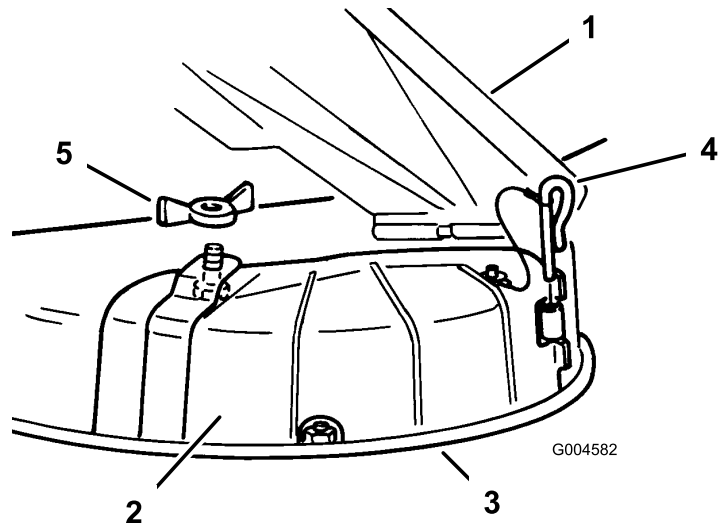

Bild 11
3. Entfernen Sie die Flügelmutter und die Schraube, mit denen die Abdeckung befestigt ist (Bild 11).
4. Entfernen Sie die Scharnierstifte, mit denen die Abdeckung am Mähwerk befestigt sind (Bild 11).
3. Heben Sie das Ablenkblech hoch und legen die Auswurfkanalabdeckung über die Öffnung und auf die untere Lippe des Mähwerks, wobei Sie die Abdeckung gleichzeitig in das vordere Scharnier stecken (Bild 11).
4. Schieben Sie den Scharnierstift durch das Scharnier (Bild 11).
5. Befestigen Sie die Auswurfkanalabdeckung mit der Flügelmutter am Mähwerk (Bild 11).